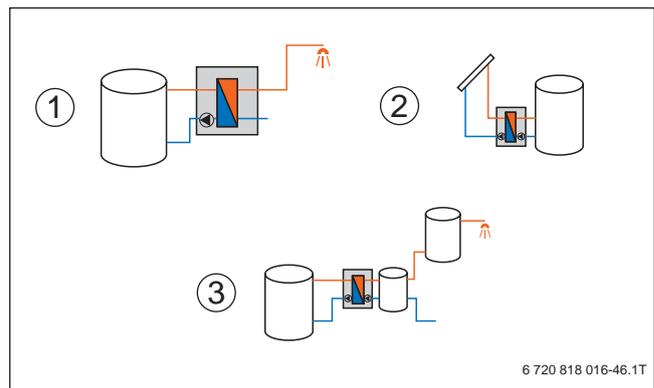

Bild 62 Anwendungsfälle SC300
- Solar: autark geregelte Solaranlage mit SC300 und Modul SM200, Adresse 10; optional mit zusätzlichem Modul SM100, Adresse 2, zur Funktionserweiterung → Bild 62, Pos. 4 und Kapitel 5.7.1, Seite 78
- Warmwasser: Frischwasserstation FS/2 oder FS.../3 mit SC300 und Modul MS100, Master-MS100 = Adresse 9, Slave-MS100 = Adresse 4 ... 6 → Bild 62, Pos. 1 und Kapitel 5.7.2, Seite 79
- Umladesystem: solare Großanlage SAT-VWS mit Pufferumladestation Logalux SLP/3, SC300 und Modul SM200, Adresse 8, um solare Wärme aus einem Pufferspeicher in einen Vorwärm-Warmwasserspeicher umzuladen → Bild 62, Pos. 3 und Kapitel 5.7.3, Seite 80